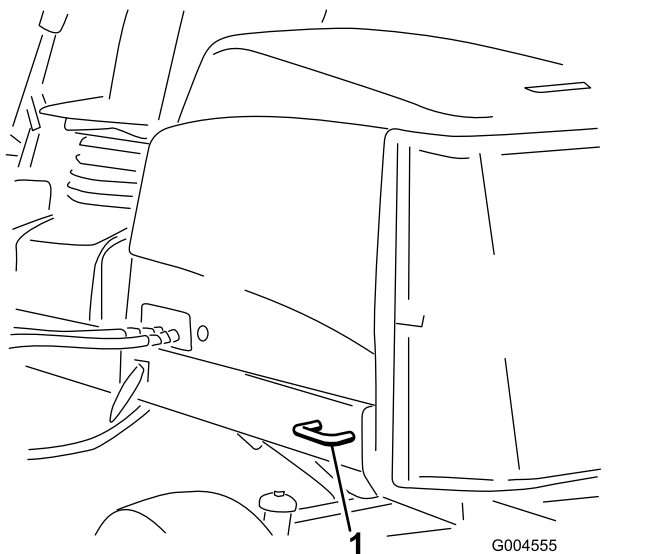

Рисунок 61
- **Задняя часть машины** — с каждой стороны машины на задней раме (Рисунок 61).